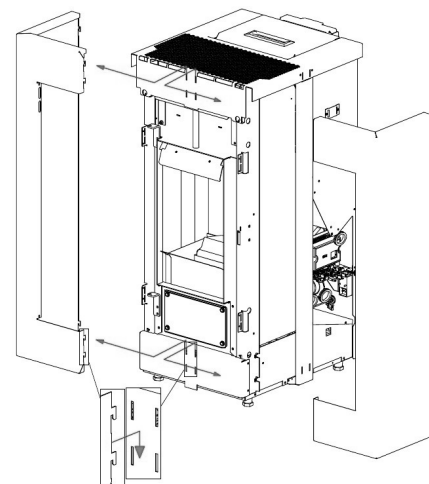

Fig. 54 - Aushaken der Seiten
- Die 4 Schrauben herausrauben und die schwarzen Profileisen über und unter der Tür entfernen (siehe **Fig. 54**).